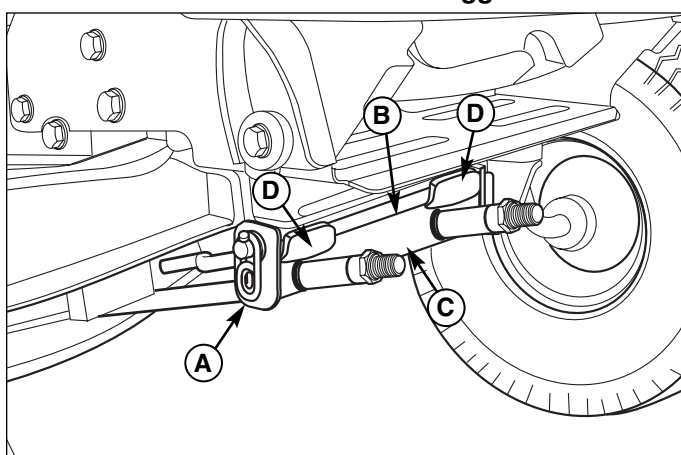

Figura 6. Sollevatore del tagliaerba
6. Girare le ruote in posizione diritta. Sostenere la staffa del tagliaerba (C). Togliere il gancio di sicurezza (A, Figura 6) e l'asta (B). Abbassare la staffa del tagliaerba (C).
3. Girare le ruote in posizione diritta. Sollevare la staffa del tagliaerba (C, Figura 6). Inserire l'asta (B) attraverso la staffa del tagliaerba (C) e le piastre del trattore (D). Fissare con un gancio di sicurezza (A).